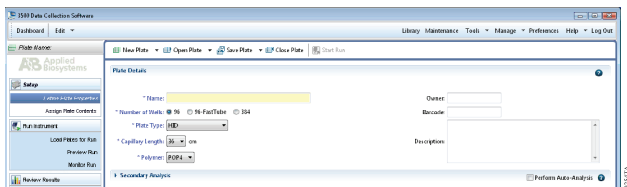

图9 定义进样板的属性
9. 为新的进样板命名。板的属性从下拉菜单选择“HID”（见图9）。